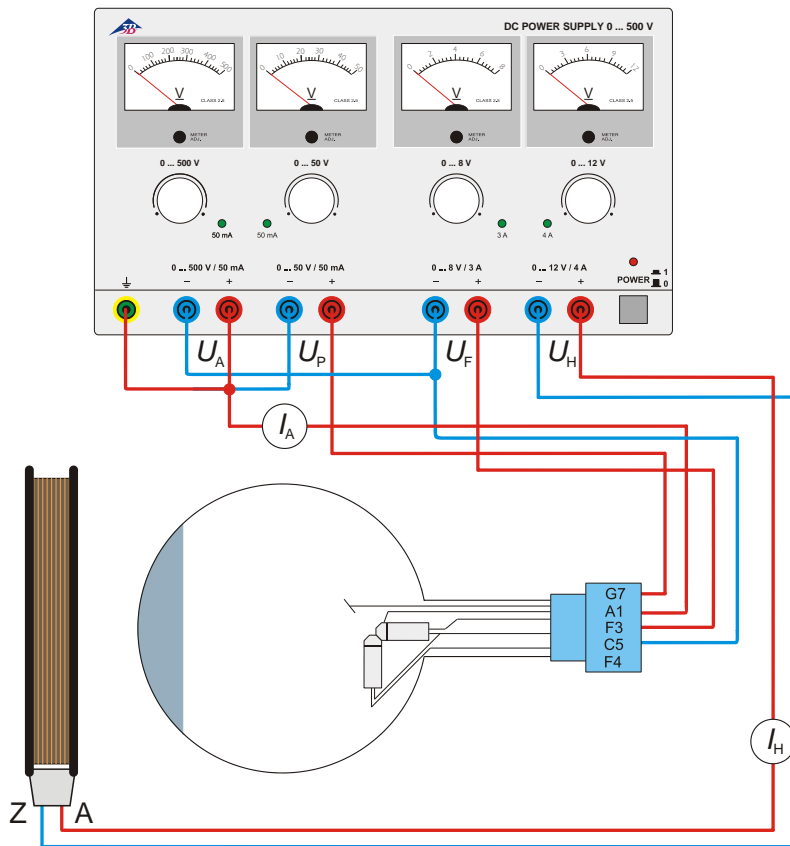

Fig. 5 Effet d'un champ magnétique axial
- Procédez au câblage du tube comme le montre la figure 5.